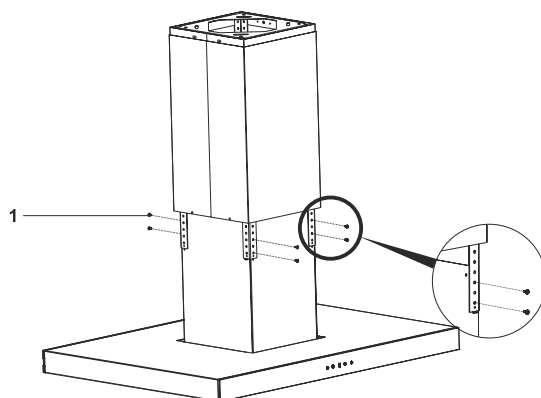

Fig. 13
2. ➤ Sollevare le lamiere e avvitare il prodotto alle barre di sospensione del prodotto con viti a testa cilindrica Phillips 3.5 x 9.5 R (Fig. 13/1).